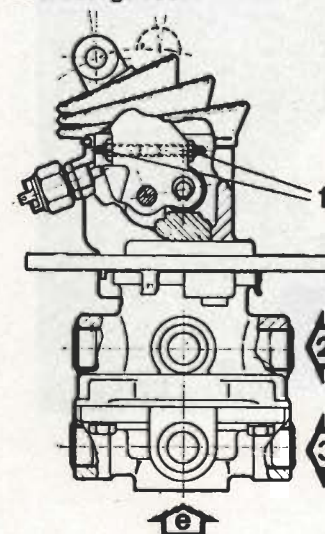

Fig. 11.3. — Válvula de accionamiento frenos
Al estar dotado el vehículo de un doble circuito de frenos, la válvula de accionamiento consta de dos cuerpos independientes entre sí (ver fig. 11.3), uno para cada circuito. La parte superior controla el circuito de frenos posteriores y la inferior el circuito de los anteriores.
- Verificar que la válvula de escape (fig. 11.3) se encuentre libre de suciedad.